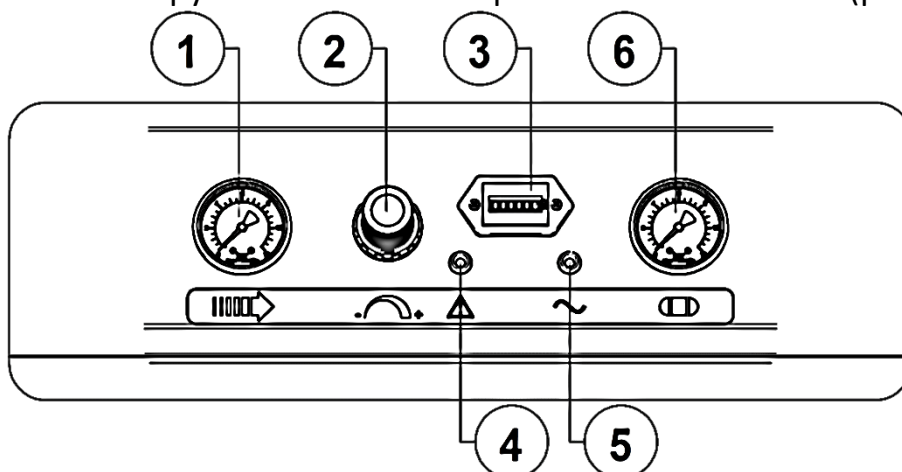
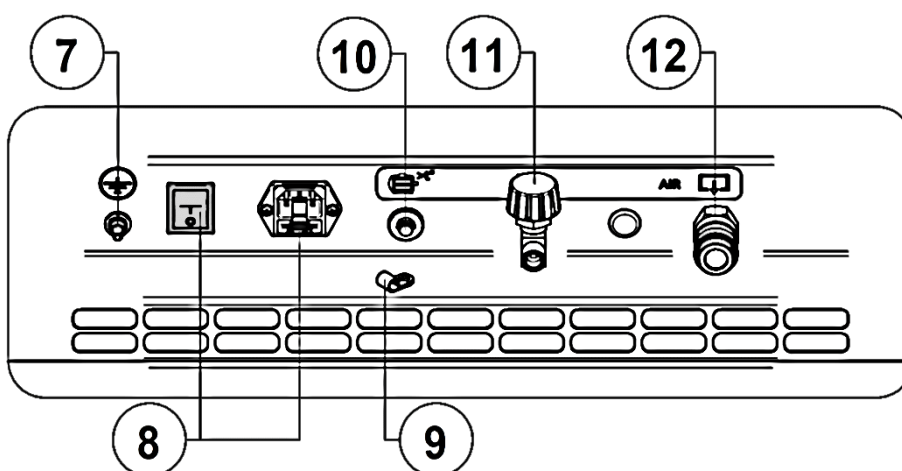

Рисунок 3 - Панель управления
Рисунок 4 - Задняя панель
7.4.2 К быстроразъемной муфте **12** (выход сжатого воздуха) (рисунок 4) присоедините шланг сжатого воздуха к исполнительному устройству.
7.5.5 Провод заземления подключите к винту заземления 7 (рисунок 4) на задней панели компрессора. При наличии заземляющего контакта в электрической розетке, дополнительное заземление не требуется.
Подсоедините сетевую вилку съемного шнура питания к электрической сети. Включите компрессор выключателем **8** (рисунок 4) на задней панели. Для этого необходимо переключить выключатель в положение «I». Включенное состояние сигнализируется зелёной контрольной лампочкой **5** (рисунок 3).
- Выключить компрессор выключателем **8** (рисунок 4) на задней панели. Для этого необходимо переключить выключатель в положение «**0**». После этого остановится двигатель и произойдет сброс давления из нагнетательного воздухопровода и поршневого блока.
- Снизить давление в ресивере до атмосферного при помощи крана разгрузки **11** (рисунок 4).
8.4.1 Настройка давления сжатого воздуха осуществляется регулятором давления **2** следующим образом (рисунок 3):
ВНИМАНИЕ: НАСТРОЙКА РЕГУЛЯТОРА ДАВЛЕНИЯ ДОЛЖНА ПРОИЗВОДИТЬСЯ ПРИ ЗАКРЫТОМ КРАНЕ РАЗГРУЗКИ РЕСИВЕРА 11 (РИСУНОК 4)!
8.4.2 Компрессор оборудован устройством защиты от перегрузок. При нарушении питания электрической сети, а также при работе с ПВ более 60% возможно автоматическое срабатывание защиты двигателя, о чем сигнализирует красная контрольная лампочка **4** (рисунок 3) на панели управления.
- Переключите выключатель **8** (рисунок 4) на задней панели в положение «0».